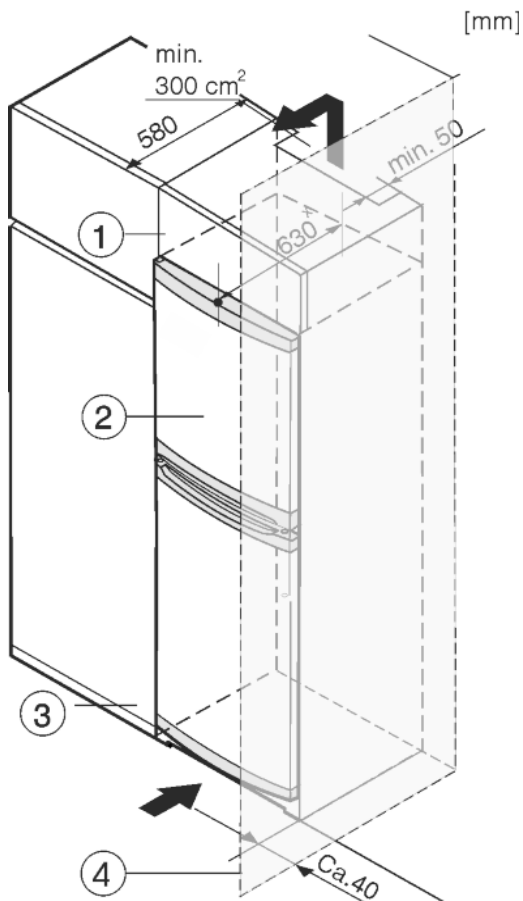

Fig. 8
Ierīci var iebūvēt virtuves skapjos. Lai salāgotu ierīci Fig. 8 (2) ar nišas augstumu, virs tās var ierīkot uzliekamu skapīti Fig. 8 (1).
Ja apkārt ierīcei ir virtuves skapji (dziļums nepārsniedz 580 mm) ierīci var novietot tieši blakus virtuves skapim Fig. 8 (3). Ierīce attiecībā pret virtuves skapi ir izvirzīta par 34 mm x korpusa sānu malās un par 50 mm x korpusa vidusdaļā.
Ja ierīce ar šarnīriem tiek uzstādīta blakus sienai Fig. 8 (4), attālumam starp ierīci un sienu ir jābūt vismaz 40 mm. Tas atbilst atlikušajam attālumam līdz rokturim pie atvērtām durvīm.